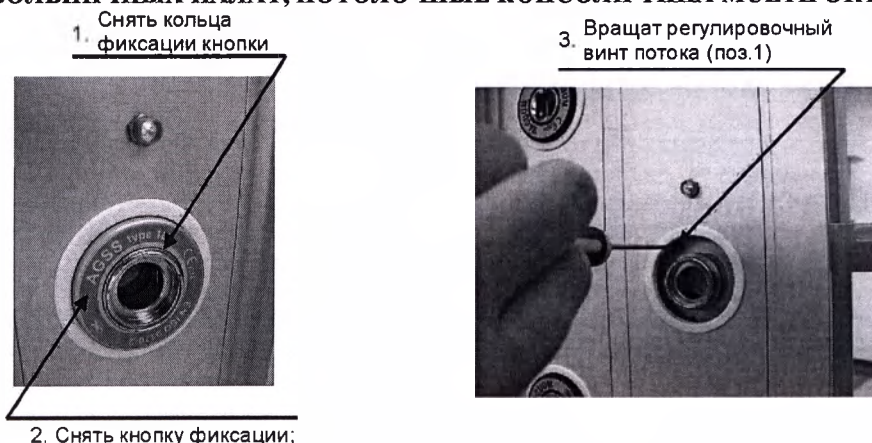

Рис. 1 Регулировка потока клапана AGSS
8.6. Установленный изготовителем поток газа 50л/мин, при давлении сжатого воздуха до 5 бар. Поток газа регулируется с помощью интегрированного регулятора (см. Рис. 1)